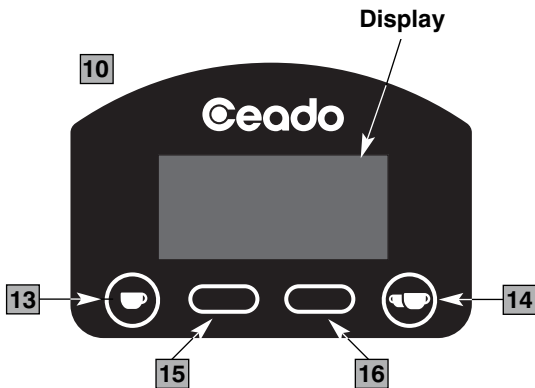
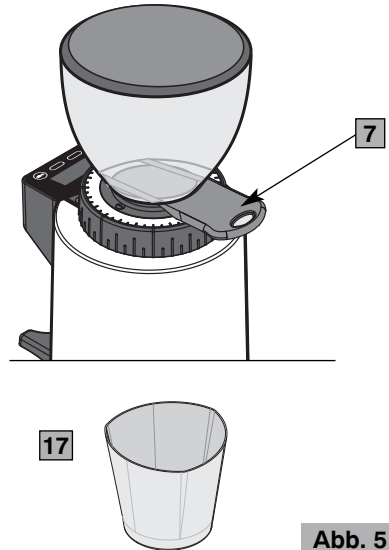

Abb. 4
Abb. 5
### Hauptkomponenten (Abb. 1, Abb. 2, Abb. 3, Abb. 4, Abb. 5)
6. Sich vergewissern, dass der Kaffeebohnenbehälter korrekt aufsitzt und der Kaffeebohnenbehälterverschluss (7 Abb. 5) vollständig bis zum Anschlag offen ist.